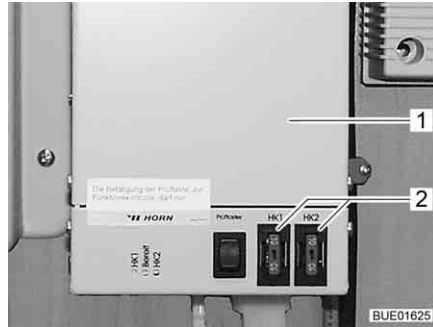

Fig. 125 Régulateur du chauffage des conduites des eaux usées
Les fusibles se trouvent sur le régulateur (Fig. 125,1).
- Changer le fusible (Fig. 125,2).